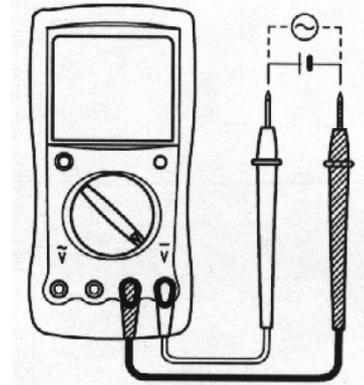

Рис. 3
A. Измерение постоянного или переменного напряжения (См. рис. 3)